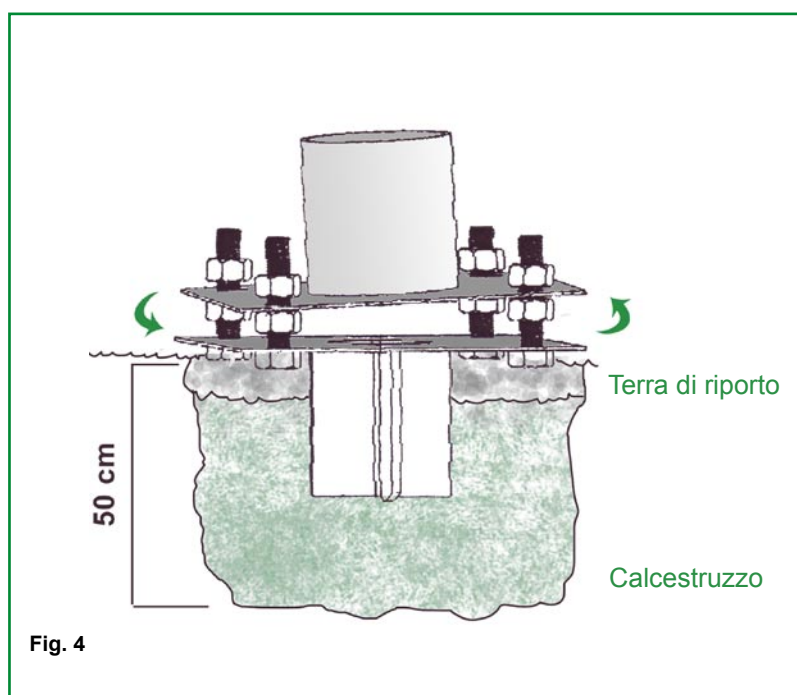

Fig. 4
- 2) Riempirlo di calcestruzzo per circa 40 cm (**Fig. 4**).
- 3) Infilare la puntazza ⑤ al centro della gettata di calcestruzzo.